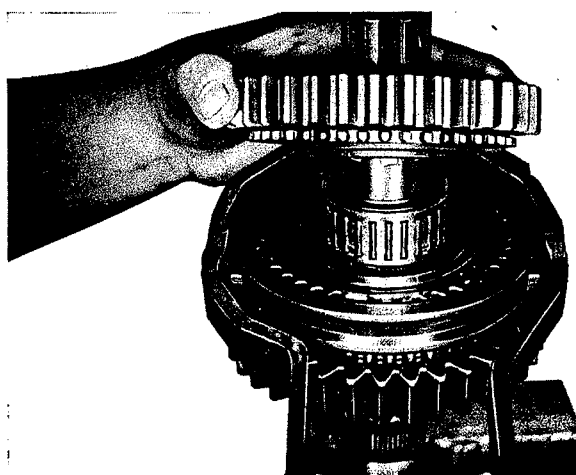

Fig. 29
9. Faire glisser la cage à aiguilles (414) et la roue dentée à denture droite de la marche arrière (428) avec la denture d'accouplement orientée vers le bas (fig. 29).